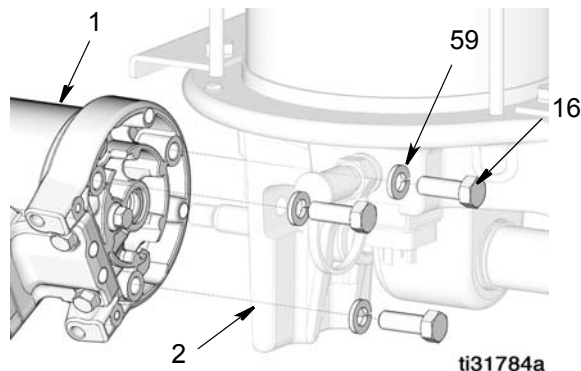

Рис. 15
5. Выкрутите три винта (16) с шайбами (59), которыми удерживается пневматический двигатель (1) на основании насоса (2). Снимите пневматический двигатель с основания насоса (Рис. 15).